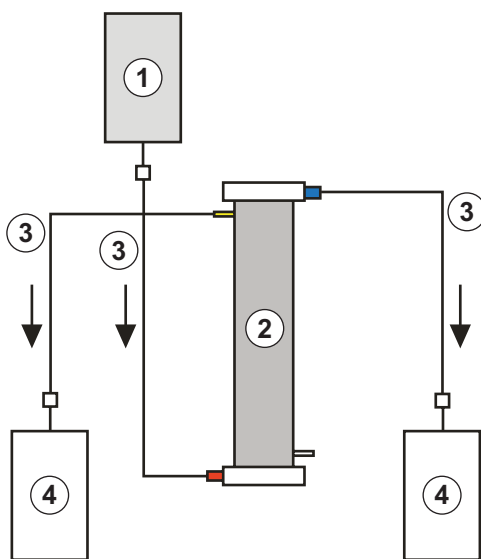

Рис. 6-1 Установка для промывки фильтра плазмы
Материалы: см. условные обозначения для Рис. 6-1, 1,5 мл раствора гепарина (5000 ЕД/мл)
3. Подключить оставшиеся соединительные линии и сливные мешки, как показано на Рис. 6-1, к стороне фильтра, обращенной к блоку плазмы и крови, и зажать магистраль со стороны плазмы.